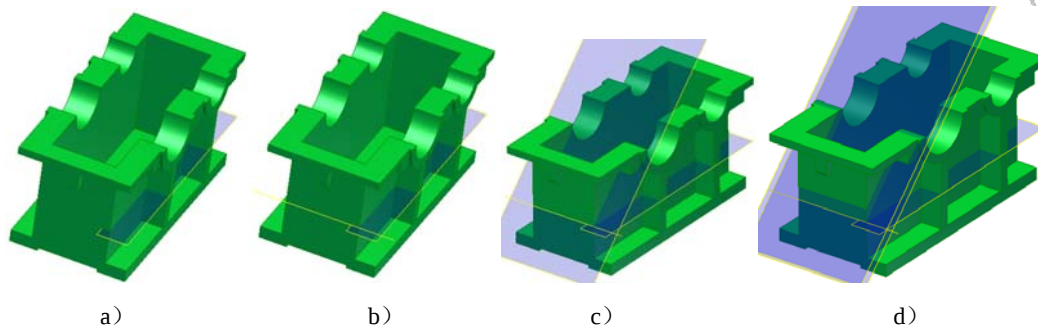

图 9-40 建立草图工作平面的过程
②建立这个工作平面需要建立其他的工作平面和工作轴以作为辅助元素，建立该工作平面的过程如图 9-40 所示。首先偏移底面 79mm 以创建图 9-40a 所示的水平工作平面，然后选择此平面和油标尺安装孔所在的平面以创建图 9-40b 所示的工作轴，选择此工作轴和油标尺安装孔所在的平面，设置旋转角度为 45° 以创建图 9-40c 中的工作平面，最后，偏移图 9-40c 中的工作平面 15mm 以创建图 9-40d 中的工作平面，即所需要的工作平面。